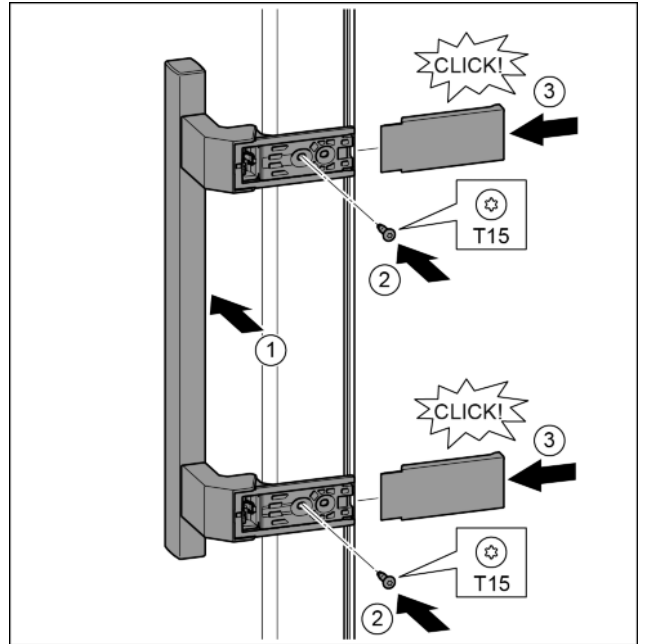

Fig. 19
- ▶ Встановіть ручку з протилежного боку. *Fig. 19 (1)*
- ▶ Закрутіть гвинти за допомогою викрутки T15. *Fig. 19 (2)*
- ▶ Встановіть кришки з боків та вставте їх. *Fig. 19 (3)*